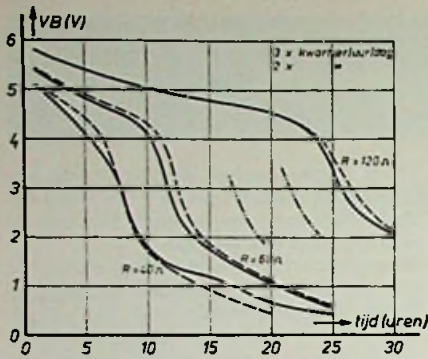
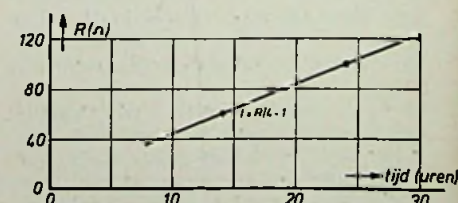
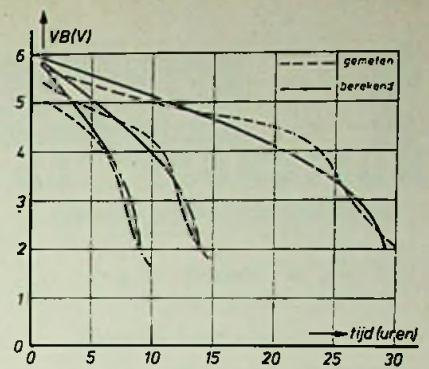
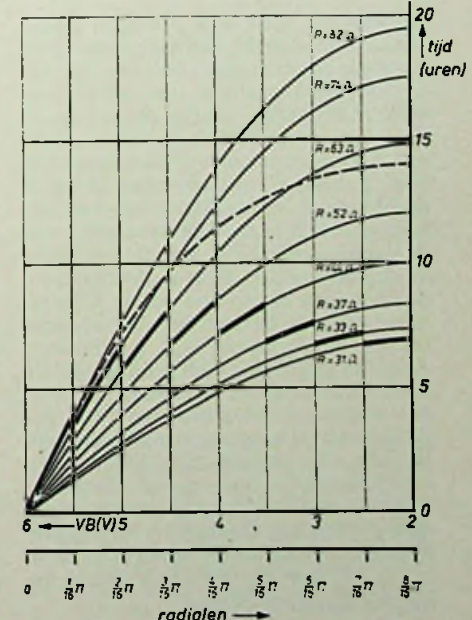

Fig. 4 Ontlaadkrommen van R6TR batterijen onder verschillende condities en omstandigheden.
Fig. 5 Relatie tussen de weerstand en de tijd, bij een batterijspanning van  $VB = 2 \text{ V}$
Fig. 6 Berekende en gemeten ontladingscurven van R6TR batterijen
Fig. 7 Berekende ontladingscurven voor verschillende en variabele equivalente weerstanden
- In Fig. 4 is het resultaat van de metingen met bijgeschreven informatie weergegeven. Elke vier kwartier gebruik is in deze
Wanneer wij in fig. 4 de spanning van 2 V als een referentielijn zien voor het einde van de gebruiksduur, kunnen wij voor dit type batterij een relatie vinden zoals die in fig. 5 is getekend. Met andere woorden: als een apparaat tot 2 V zou willen blijven werken en als het rekenapparaat een constante equivalente weerstand zou hebben, dan kan uit fig. 5 de gebruiksduur worden afgelezen. Aan deze voorwaarden wordt vrijwel nooit voldaan, dus is fig. 5 voor dit doel onbruikbaar. Deze relatie, die door de vergelijking:  $\text{tijd} = R/4 - 1$  kan worden weergegeven, hebben wij echter in het vervolg van ons verhaal nodig.
Met het oog op de grote variaties in de equivalente weerstand in één apparaat en tussen apparaten onderling, willen wij uit de gemeten gegevens een berekening van de gebruiksduur van batterijen zien te vinden. Daartoe beginnen wij door de in fig. 4 gemeten krommen door een mathematische te vervangen. In fig. 6 zijn met gestreepte lijnen de gemeten waarden nogmaals gegeven, terwijl de getrokken lijnen zijn berekend met behulp van een sinusfunctie. De X-as van de functie valt hierbij samen met de verticale as waarlangs de batterijspanning VB staat uitgezet. De sinusfunctie start bij  $VB = 6 \text{ V}$ . Na  $90^\circ$  of  $\pi/2$  radialen is het maximum bereikt, dat wij met  $VB = 2 \text{ V}$  laten samenvallen. De reden waarom hier voor 2 V is gekozen, is de volgende:
- zoals uit fig. 6 blijkt, kan bij deze keuze een redelijk samenvallen van gemeten en berekende krommen worden bereikt in het gebied tussen 3,5 en 2 V. En dit is het gebied, waarin de meeste apparaten het laten afweten.
In fig. 7 hebben wij fig. 6 over  $90^\circ$  gedraaid. Hierin staat op de onderste lijn de fase van de sinus in radialen uitgedrukt. Daarboven staan de waarden van de batterijspanning. Hieruit kan de volgende relatie worden afgeleid:
Nu moeten wij nog de amplitude van de sinusfunctie bepalen. Op grond van fig. 6 zou voor de hand liggen om de tijd (het aantal uren) als amplitude in te voeren. Doch deze grootte willen wij juist berekenen, daar dit de onbekende is. Wel hebben wij reeds de beschikking over een vervangende grootte, namelijk in fig. 5 hebben wij het verband tussen de tijd en de weerstand  $R$  aangetoond. Daar  $R$  uit metingen aan het rekenapparaat volgt, kunnen wij de vergelijking
De in de vorige paragraaf ontwikkelde vergelijking is alleen maar geldig voor een constante weerstand, die echter een willekeurige waarde mag hebben. Zoals uit de figuren 1, 2 en 3 blijkt, hebben rekenapparaten als functie van de spanning een variabele weerstand. Aan de hand van fig. 7 gaan wij nu systematisch na, hoe deze variabele weerstand in de formule kan worden ingebracht. Als voorbeeld nemen wij hier apparaat F2 onder nominale condities uit fig. 2. Voor het spanningstraject van 6 naar 5,5 V neemt de weerstand af van 85 naar 78 Ω. Wij gebruiken nu de afgeronde gemiddelde waarde van deze beide getallen:  $R = 82 \Omega$ . Wanneer deze waarde over het gehele spanningstraject van 6 naar 2 V zou worden gebruikt, berekenen wij een gebruiksduur van 19,5 uren. Dit is uiteraard geen goede uitkomst, daar de equivalente weerstand bij 5,5 V een andere waarde krijgt. Met deze  $R = 82 \Omega$  volgen wij het traject dan ook maar tot 5,5 V of in mathematische termen: over een fase van  $\pi/16$ . In formulevorm kunnen wij dit uitdrukken als:
In fig. 7 is voor elke periode van 0,5 V met een dikke lijn het van toepassing zijnde stuk van de sinusfunctie getekend. Al deze gedeelten bij elkaar opgeteld geven een ontladingsgedrag dat door de gestreepte lijn wordt weergegeven. In een algemene formule kan dit gedrag als volgt worden gegeven:
Uitgaande van de benaderingswijze door een sinusfunctie, kunnen wij op grond van fig. 6 de nauwkeurigheid vaststellen als:
Hiertoe zal de relatie  $R = f(\text{tijd})$  in fig. 5 opnieuw moeten worden bepaald.